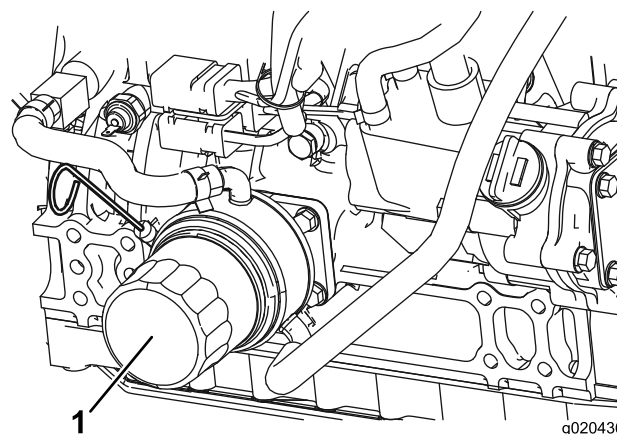

Figure 50
2. Déposez le filtre à huile (Figure 50). Appliquez une fine couche d'huile propre sur le joint du filtre de rechange avant de le visser en place. **Ne serrez pas excessivement.**